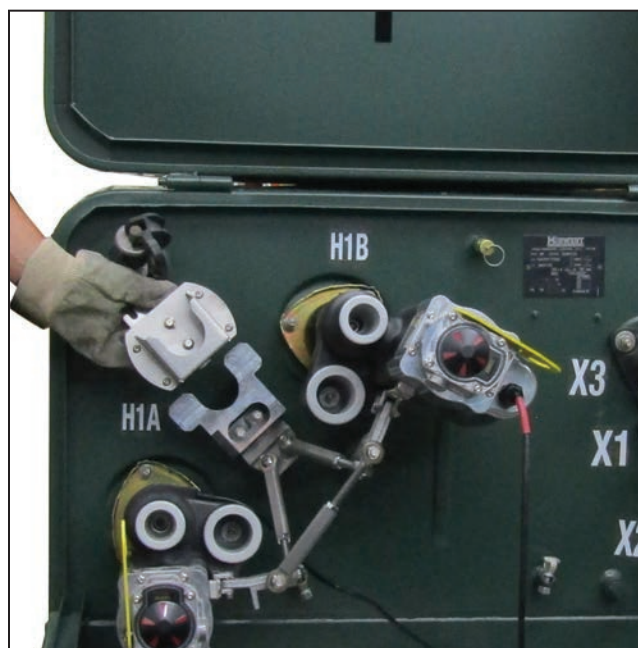

Figura 29. Encaixe do espaçador da ponte de espera na ponte de espera.
- PASSO 2.** Deslize o espaçador da ponte de espera sobre a ponte de espera. Ver Figura 29.